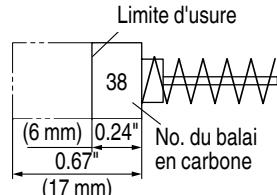

Fig. 17
3. Inspection des balais en carbone (Fig. 17)
Utiliser le balai en carbone HITACHI No. 38 indiqué sur la Fig. 17.